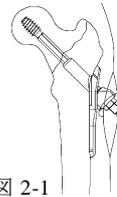
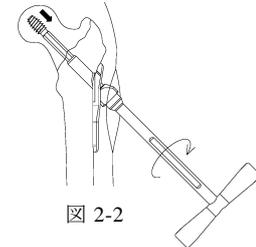

図 2-1
図 2-2
- 圧迫ナットを前進させて仮固定し（図 2-1），圧迫レンチにて骨折部に圧迫をかけます。（図 2-2）